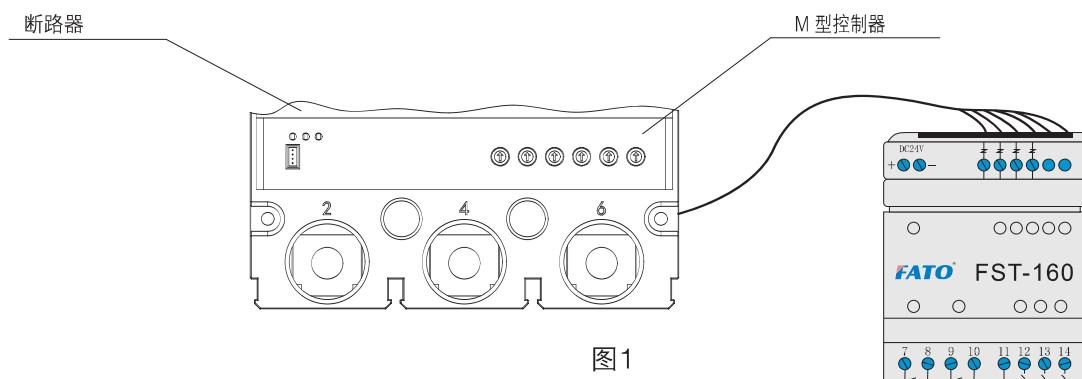

图1
f.可选功能：预报警、脱扣报警、接地报警(四极断路器)等光隔离信号输出。这时需采用FST160型控制模块。连接方式见图1。
断路器与FST-160型控制模块连接方式(见图1)
• 脱扣特性曲线见图1